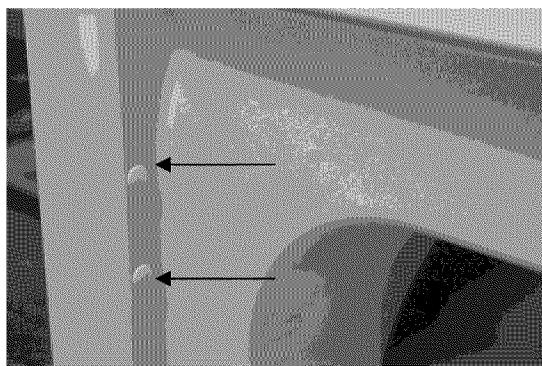

Figure 1
1. Ouvrez la Porte et enlevez les 4 bouchons d'en face où on trouve la charnière. Conservez toutes les pièces pour les utiliser postérieurement, à moins qu'on ne spécifie le contraire. (Figure 1). **Note:** Ayez des soins en enlevant les bouchons, pour ne pas abîmer la peinture dans le Panneau Frontal